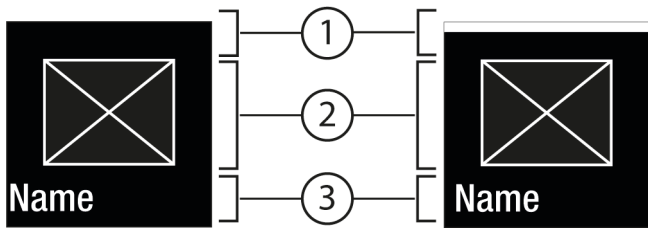
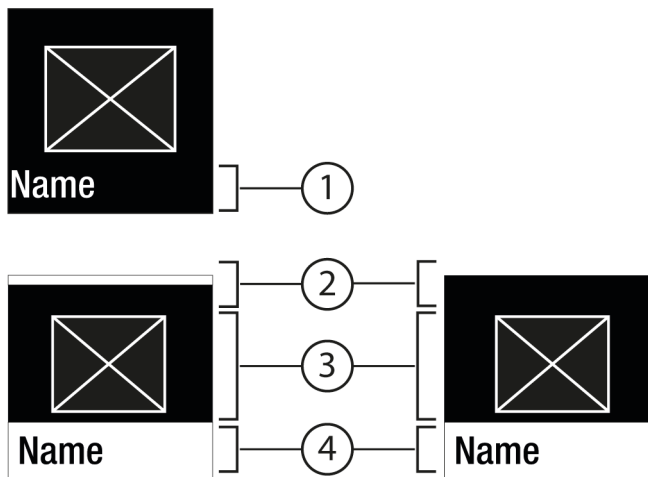

Fig. 6
Fig. 7
- Con Conferma Fig. 5 (2) richiamare il sottomenu Fig. 7 (4).
- Impostare un valore nuovo: Con Conferma Fig. 5 (2) selezionare un valore disattivato Fig. 6 (1).
- Ritorno al menu: Con Conferma Fig. 5 (2) selezionare un valore già attivato Fig. 6 (2).
- ▷ Stato: attivato Fig. 6 (1) è visualizzato brevemente nel sottomenu Fig. 7 (4).